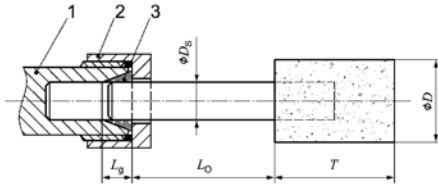

Bild 1: Einspannlänge von Spannfutter und Spannzan-ge
- Achten Sie darauf, dass zu beachten ist, dass die zulässige Drehzahl bei Kleinschleifkörpern aufgrund der Erhöhung der Länge des Schaftes zwischen dem Spannanzugende und dem Kleinschleifkörper herabgesetzt werden muss (Überhang). Das Einhalten der minimalen Einspannlänge von 10 mm ist sicherzustellen. (Siehe Bild 1 und die Empfehlungen des Herstellers von Kleinschleifkörpern).